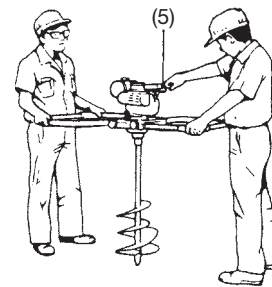

Fig. 5
- 5) Föraren på sidan med starthandtaget drar i detta snabbt, samtidigt som han ser till att handtaget sitter säkert i handen, så att han inte tappar det. (Fig. 5)